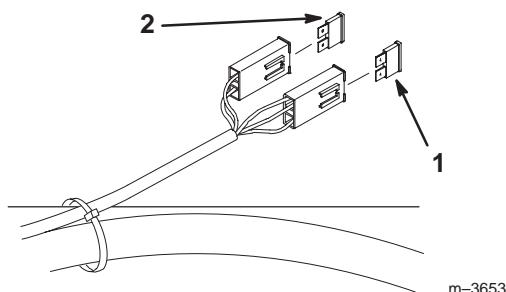

Figure 62
1. Déverrouillez et soulevez le siège pour accéder au porte-fusibles (Fig. 62).
3. Installez un nouveau fusible (Fig. 62).